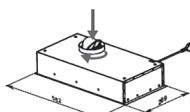

Рис. 1
- При помощи саморезов из монтажного комплекта и отвертки закрепите адаптер воздуховода на корпусе вытяжки, если он не закреплен заранее. (Рис. 1)